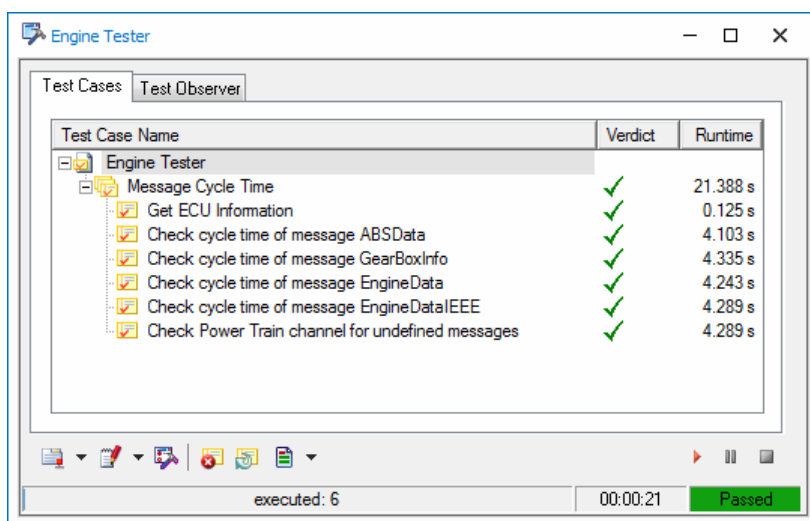

图 3.21 Test Module: Execution 窗口
(2) Test Module: Execution (测试模块：执行) 窗口：用于测试模块的执行、调试及测试报告查看，如图 3.21 所示。窗口标题随着测试模块名称而变。